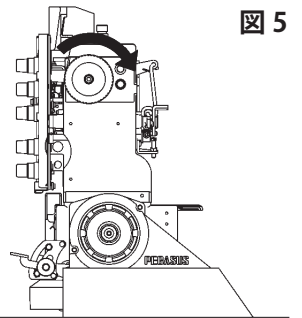
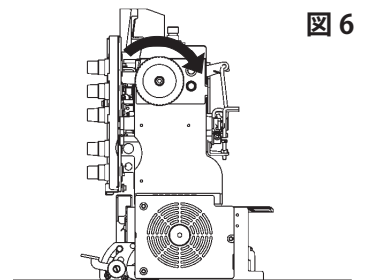

図 5
図 6
3. はじめてミシンを運転する場合、電源スイッチを入れてミシンのプーリー回転方向を確認してください。ミシンの正回転は、プーリー側からみて時計回りで、(図 5、図 6)